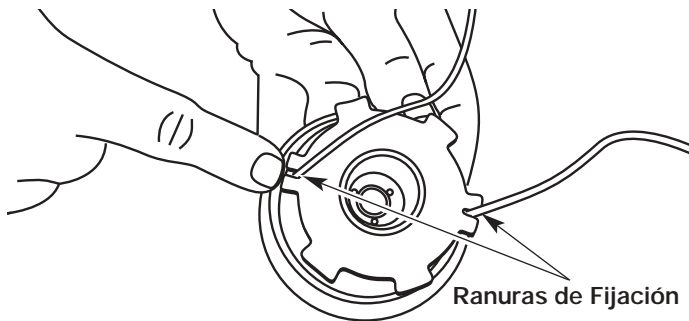

Figure 34
- Inserte los extremos de la línea en las dos ranuras de fijación (Fig. 34).